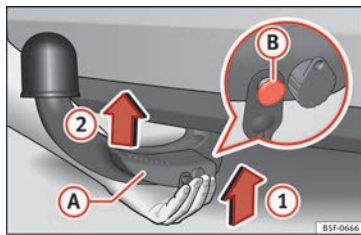

Fig. 236 Placer la boule amovible/broche de déverrouillage à l'état déplié
- Tenez la boule amovible **par en bas** » fig. 236 et encastrez-la dans le logement du crochet en suivant le sens de la flèche (1) jusqu'à entendre un clic » ⚠.